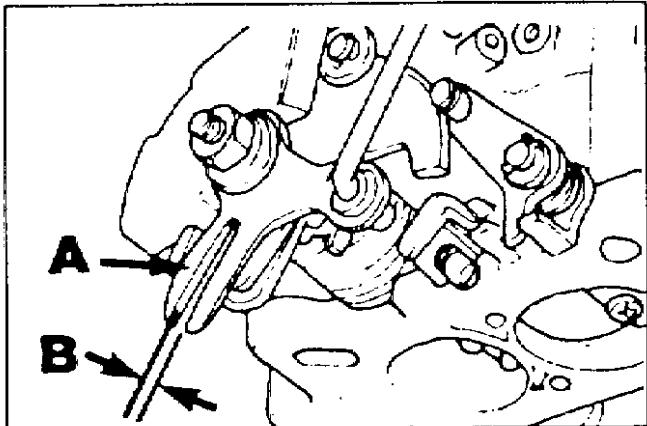

Рис. 3 Зазор воздушной заслонки
- Если значение не соответствует указанному в спецификации, произведите регулировку уменьшая или увеличивая зазор "F" на регулировочной вилке (A, Рис. 3).